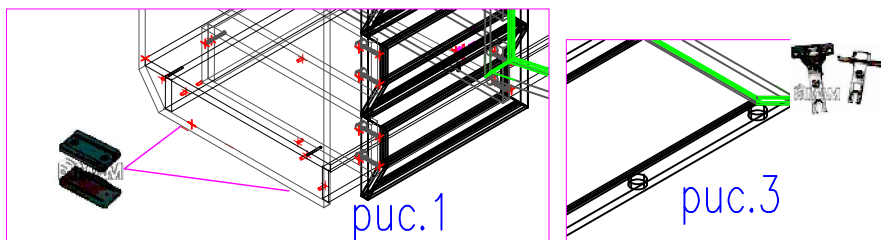

рис.1
1. На торцы деталей 1,2 согласно схемы сборки установить подпятники Ф №1( рис.1)